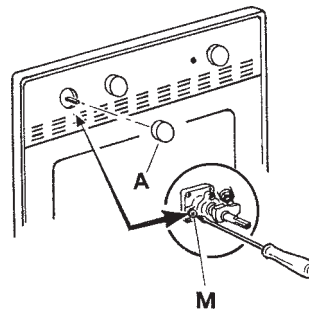

Fig. 12
- Togliere la manopola di comando (A-fig.12)
- Avvitare a fondo la vite di regolazione del by-pass (M).